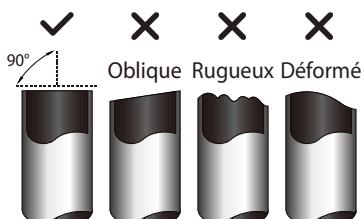

Fig. 47 – Coupe des tuyaux
- Coupez le tuyau à 90 degrés (voir la figure 47) au moyen d'un coupe-tube.